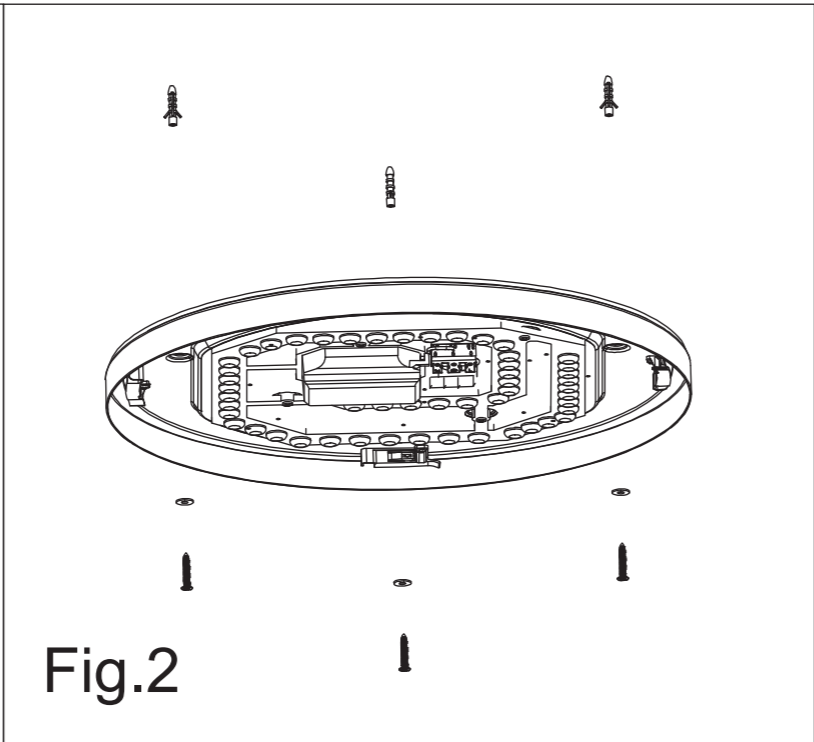

Fig.2
- Закрепите основание на стене или потолке (рис. 2).